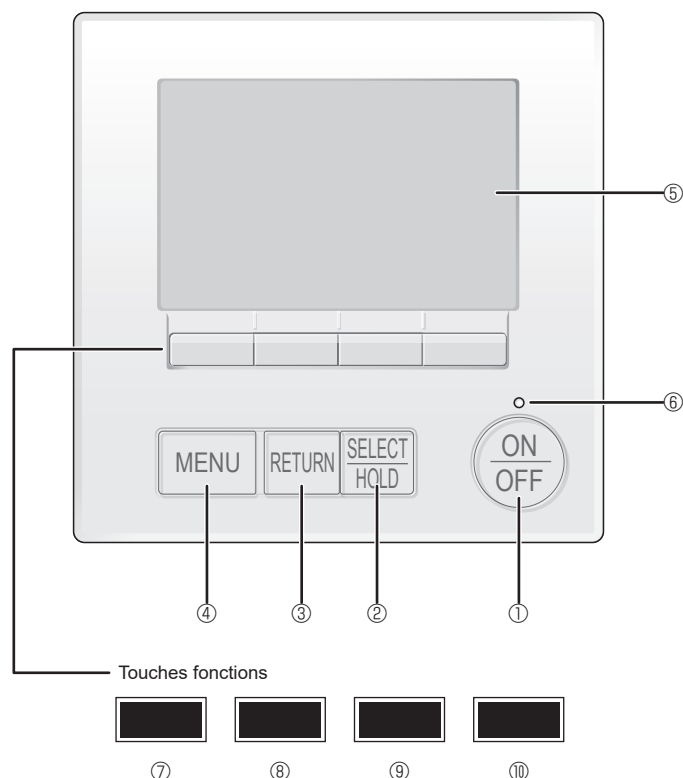

Fig. 7-2
7.3.1. À l'aide de la télécommande filaire (Fig. 7-2)
① Touche [ON/OFF]